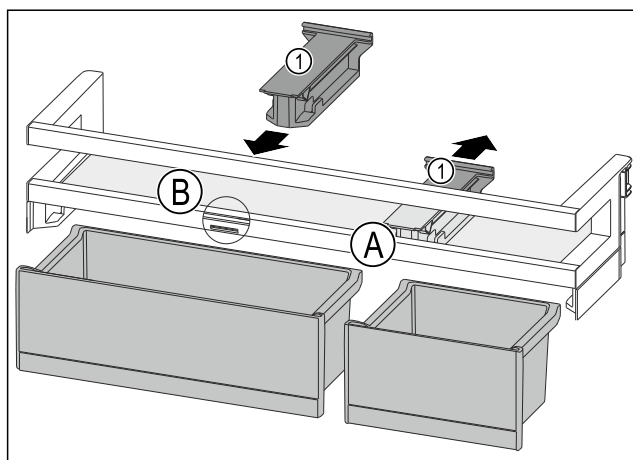

Fig. 147
- Tirare l'elemento di tenuta Fig. 147 (1) all'indietro per portarlo in posizione Fig. 147 (A).
- Inserire l'elemento di tenuta Fig. 147 (1) in posizione Fig. 147 (B).